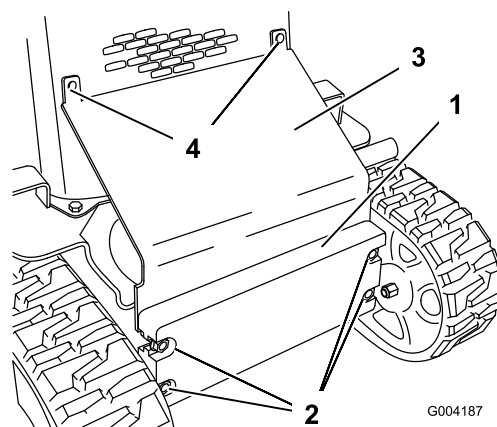

Figure 26
2. Desserrez les boulons de fixation de la masse avant (Figure 26).
3. Enlevez les boulons de carrossier et les écrous de fixation du déflecteur de chaleur (Figure 26).
10. Glissez le déflecteur de chaleur entre le châssis et la masse avant, et fixez-le au panneau avant à l'aide des boulons de carrossier et des écrous enlevés précédemment (Figure 26).
11. Serrez les boulons de fixation de la masse avant (Figure 26).